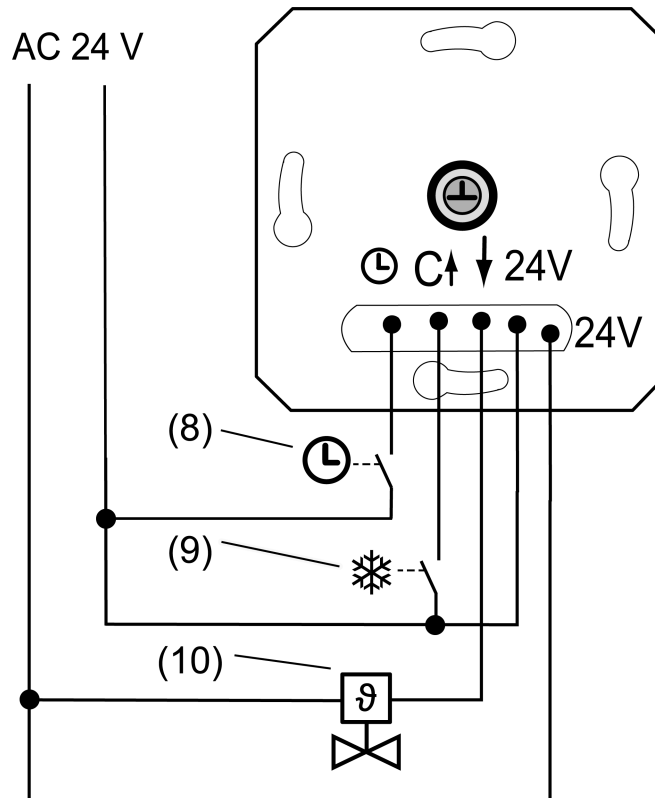
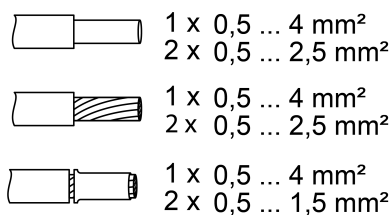

Bild 2: Anschlussbeispiel des Einsatzes
Bild 3: Klemmbarer Leiterquerschnitt
- Elektrothermischen Stellantrieb (10) an Einsatz (1) gemäß Anschlussplan (siehe Bild 2) anschließen. Leiterquerschnitte beachten (siehe Bild 3).
- Optional den Eingang Absenkbetrieb ☉ über einen Schaltkontakt einer Zentraluhr (8) beschalten.